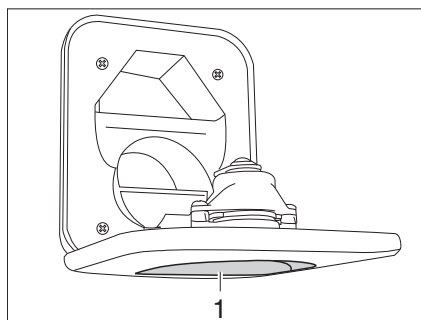

Fig. 239 Bec de remplissage d'eau fraîche pour les toilettes
- Ouvrir le bec de remplissage d'eau fraîche pour les toilettes (Fig. 239,1) au-dessus du portillon pour le réservoir pour matières fécales et le faire pivoter vers le bas.